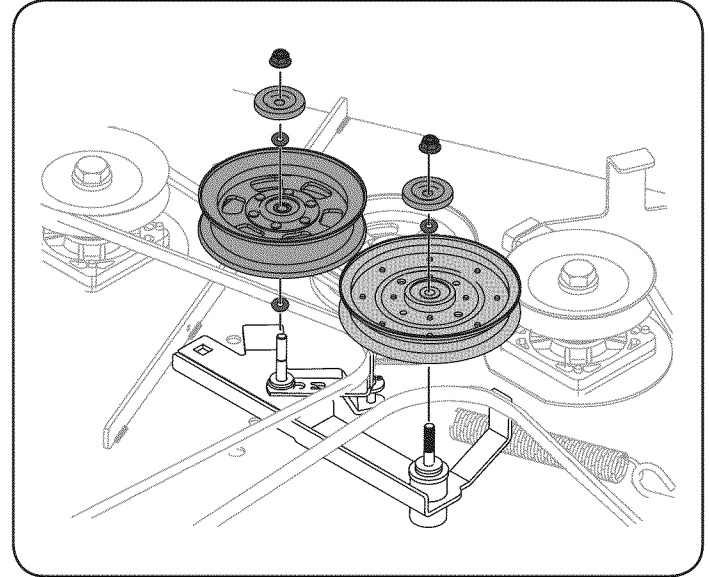

Figura 38
3. Extraiga las dos poleas locas, para lo cual debe retirar los tornillos de cabeza hexagonal y las tuercas de seguridad con brida que las sujetan a la plataforma y el brazo de polea loca. Consulte la Figura 38. No afloje ningún elemento de ferretería al sacar el tornillo de cabeza hexagonal y la tuerca de seguridad con brida.